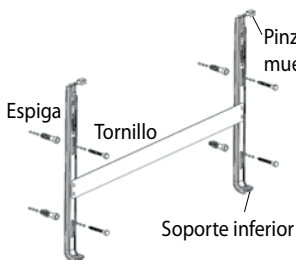
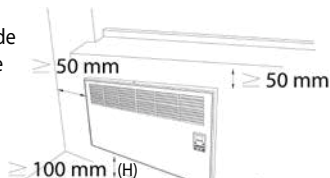

Imagen 5 Ganchos de montaje en pared
Imagen 6 Distancias mínimas necesarias para el funcionamiento eficiente del aparato
2. Es necesario determinar correctamente la distancia al enchufe para que el cable de conexión del convector panel eléctrico no se fuerce y tense. Para ello, después de determinar el lugar adecuado, los puntos de los agujeros para el montaje se deben marcar según las medidas en la Imagen 7. Los ganchos mostrados en la Imagen 5 pueden servir como plantilla. Coloque los ganchos en la pared y, utilizando los agujeros ovalados en los ganchos, marque los puntos para colgar midiendo el espacio del suelo para que el convector quede a (preferiblemente) un mínimo de 100mm del suelo. Hay que tener en cuenta las distancias mínimas de los lados para que el aparato funcione eficientemente. (Imagen 6)